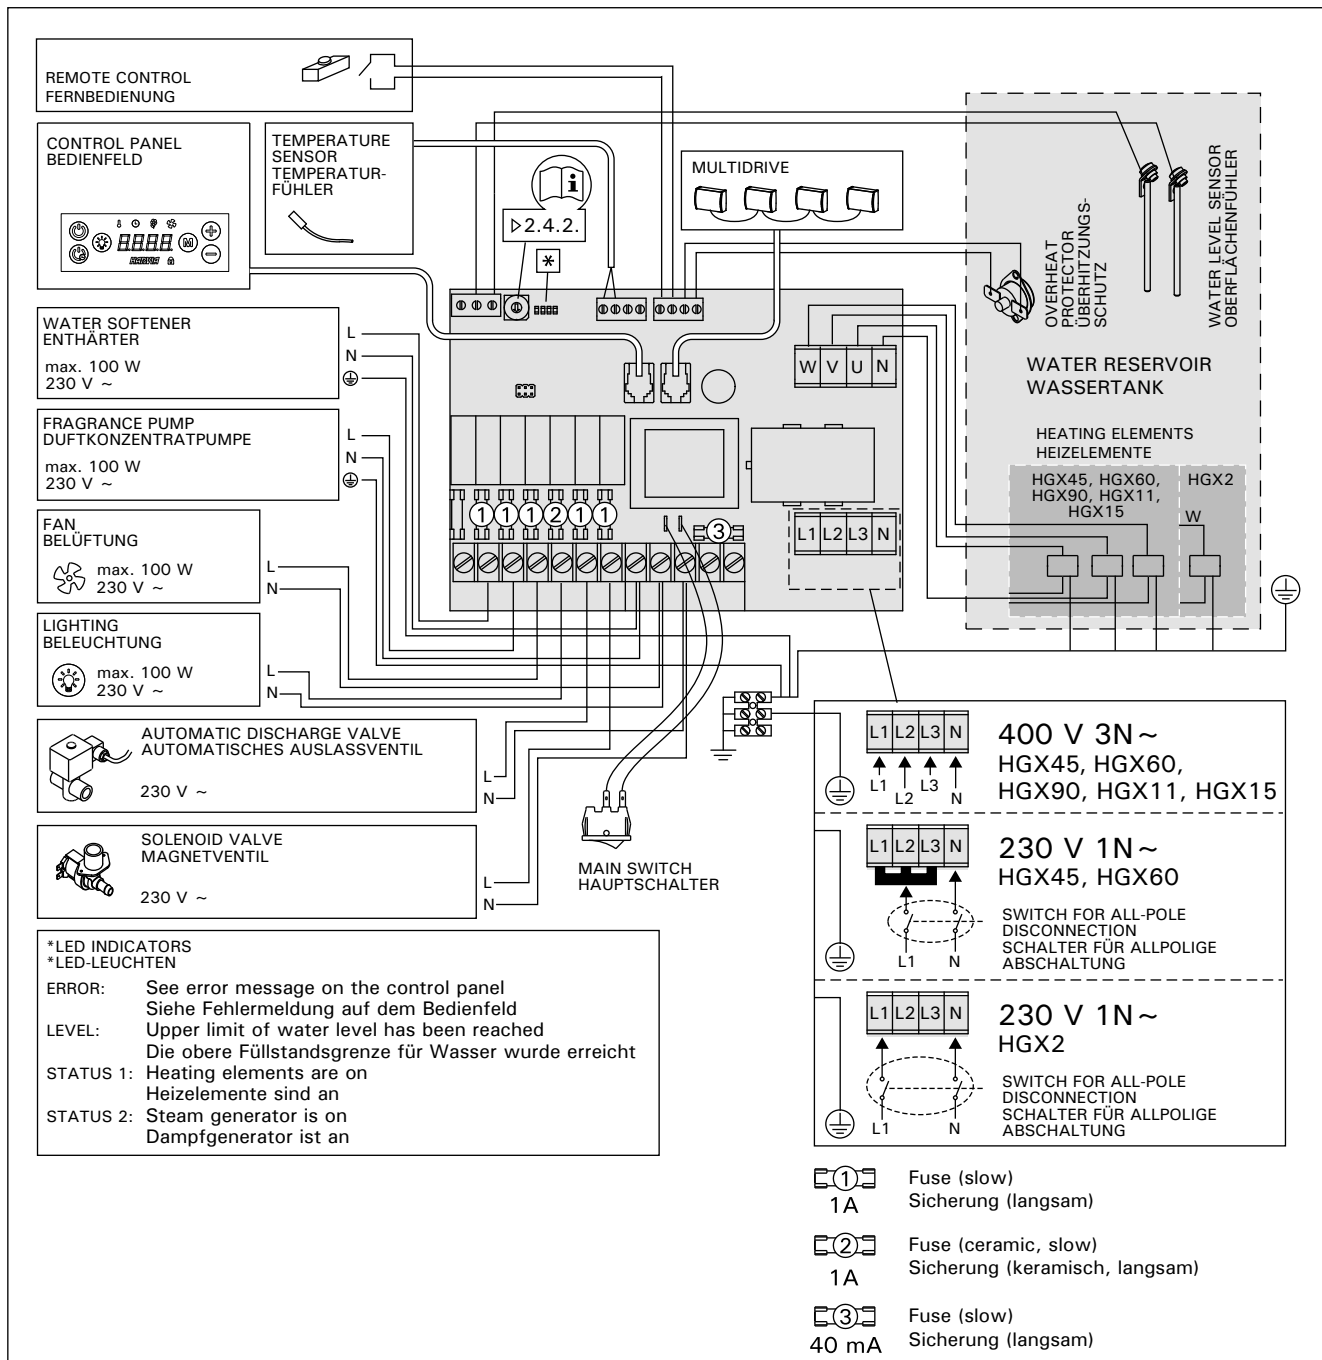

Figure 9. Abbildung 9.
The steam generator must be connected to the mains in accordance with the current regulations and by an authorised, professional electrician. See figure 9 for electrical connections.
Der Dampfgenerator darf nur von einem autorisierten, qualifizierten Elektriker unter Beachtung der aktuell gültigen Vorschriften an das Stromnetz angeschlossen werden. Die Schaltverbindungen sind in Abbildung 9 dargestellt.
3. Connect the steam generators together with data cables which are delivered with the device. Also see figure 9.
3. Verbinden Sie die Dampfgeneratoren durch die Datakabel, die zum Lieferumfang des Geräts gehören, miteinander. Siehe auch Abbildung 9.
The fragrance pump is installed to feed fragrance into the steam pipe. The joint between the feeding tube and the steam pipe must be as close to the steam nozzle as possible. By doing this, as little fragrance residue as possible will accumulate in the steam pipe in the course of time. See figure 4. See figure 9 for electrical connections.
See figure 4. See figure 9 for electrical connections. When tightening the joint hold tight on the hose of steam generator and do not let it spin. **After installation, activate the automatic discharge valve from the control panel (SET3).**
Die Duftkonzentratpumpe wird installiert, um Duftstoffe an das Dampfrohr abzugeben. Das Verbindungsstück zwischen Zufuhr- und Dampfrohr muss so nah wie möglich an der Dampfdüse liegen. Dadurch gewährleisten Sie, dass sich im Dampfrohr mit der Zeit nur geringste Mengen an Duftstoffrückständen ablagern. Siehe Abbildung 4. Die Schaltverbindungen sind in Abbildung 9 dargestellt.
Siehe Abbildung 4. Die Schaltverbindungen sind in Abbildung 9 dargestellt. Halten Sie den Schlauch des Dampfgenerators beim Festziehen des Verbindungsstücks gut fest, damit dieser sich nicht verdreht. Aktivieren Sie nach der Installation das automatische Auslassventil vom Bedienfeld (SET3).